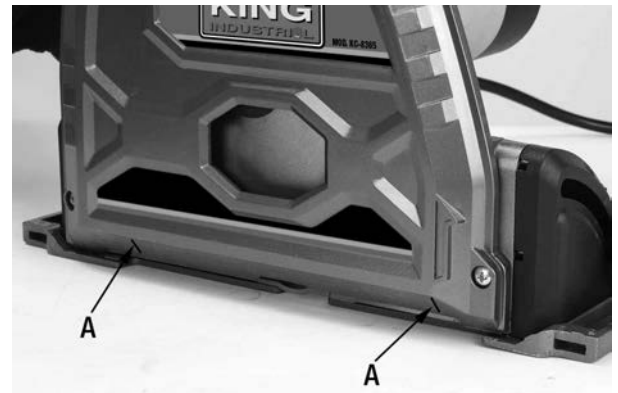

FIGURE 18
- 4) Cette scie a des repères (A) Fig.18 sur la base qui indiquent exactement où l'avant et l'arrière de la lame couperont lorsqu'elle sera plongée vers le bas. Positionnez la scie à l'endroit souhaité sur votre pièce pour effectuer votre coupe.